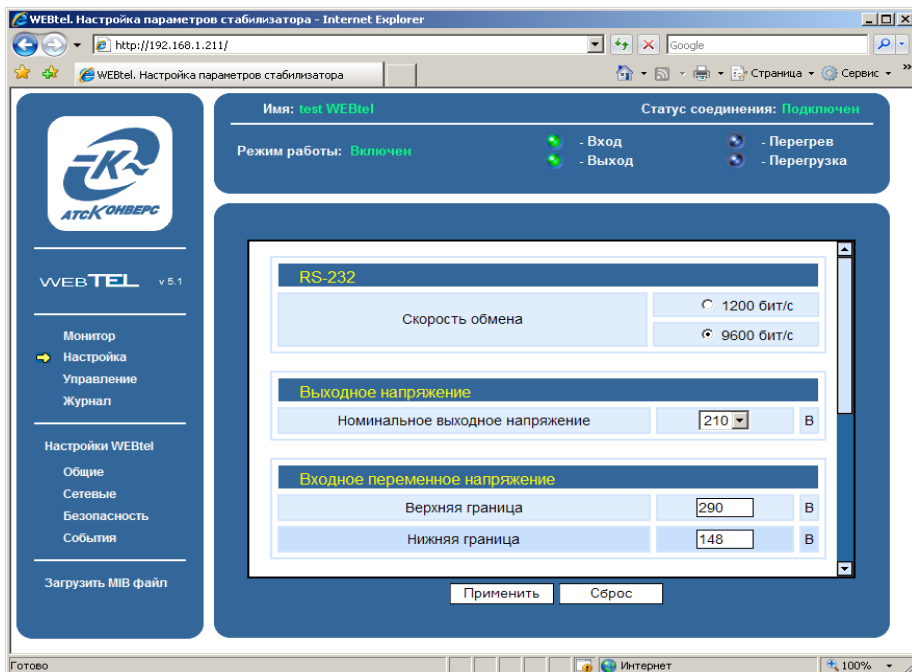

Рисунок 10 – Страница настройки параметров СКм
7.4.4 Страница настройки параметров СКм отображается в правой части окна web-браузера (рисунок 10).